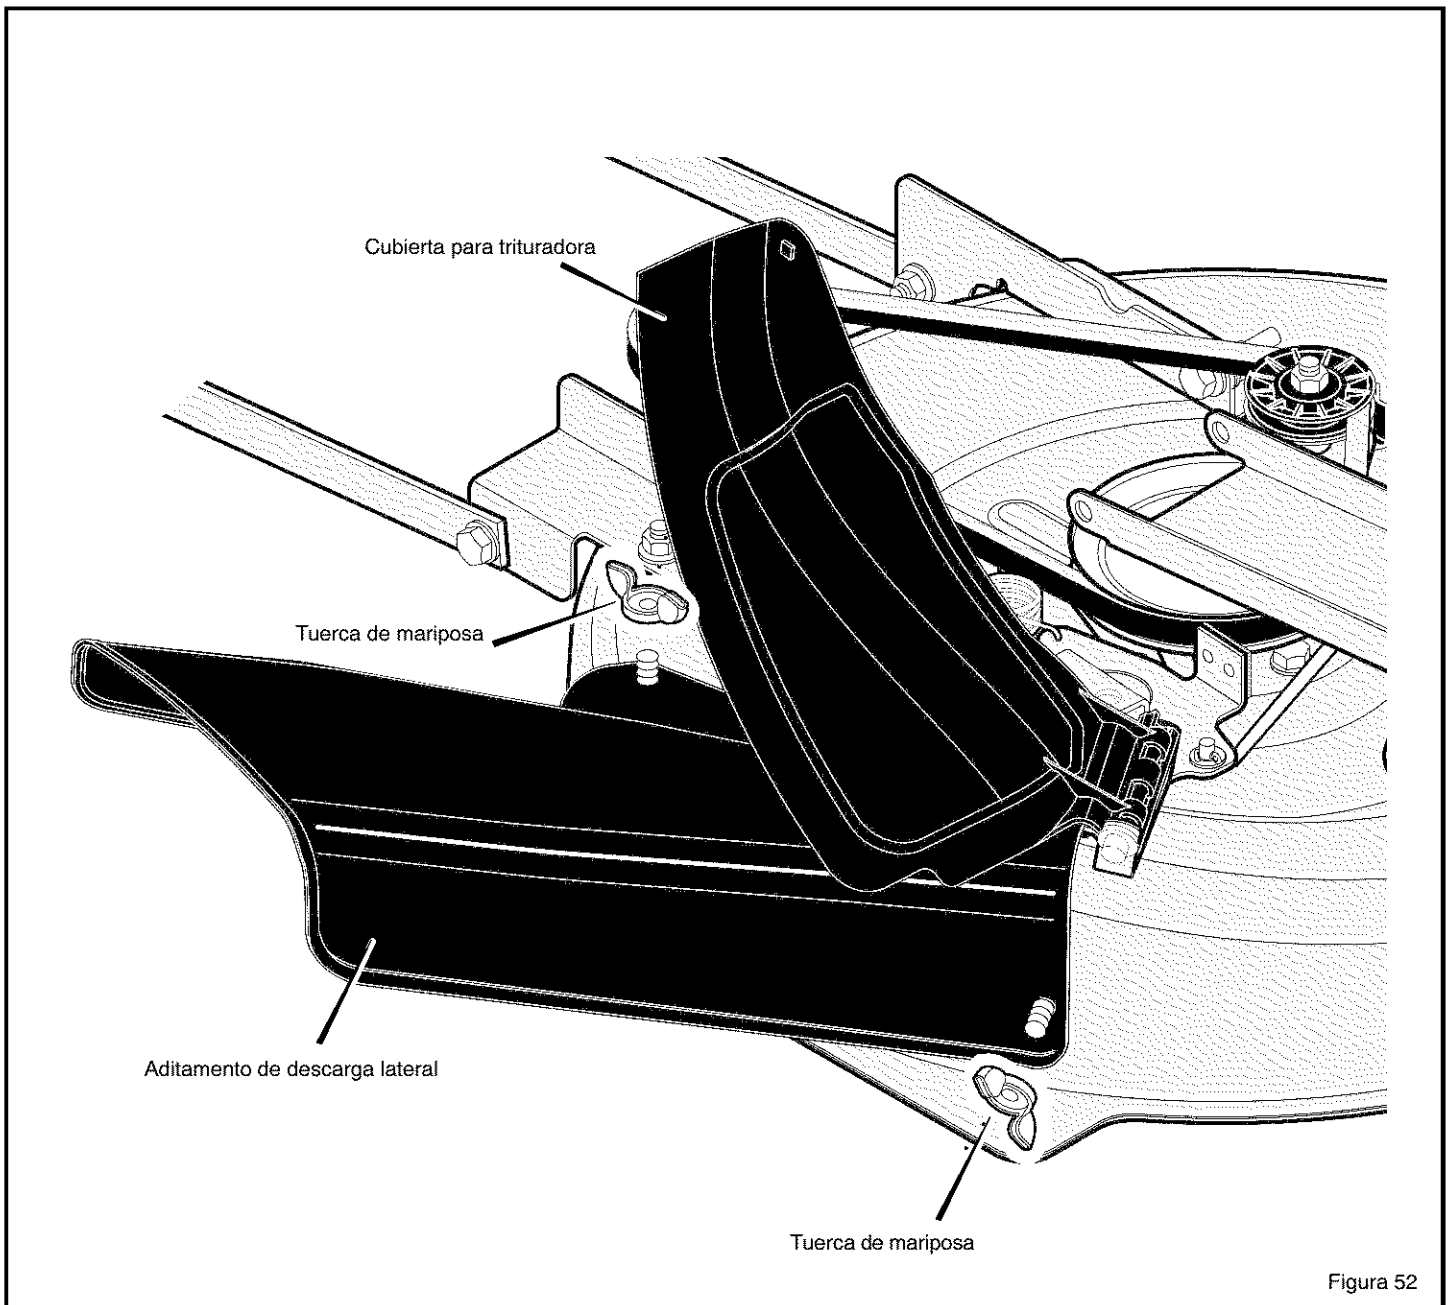

Figura 52
1. Desatornille las dos **tuercas de mariposa** (Figura 52).